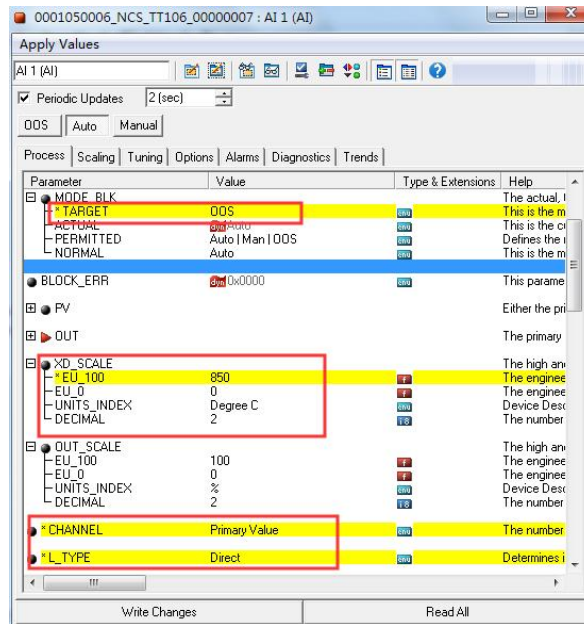

图 3.15 AI1 功能块配置界面
(3) 组态信息下载成功后，需要对 AI 功能块中的参数进行配置，常用的配置参数有 CHANNEL、XD\_SCALE、OUT\_SCALE、L\_TYPE。下面以 AI1 功能块为例进行配置，打开 AI1 功能块，将 MODE\_BLK 参数中的 TARGET 修改为 OOS,修改 XD\_SCALE 的上下限和单位参数、修改 CHANNEL 为 Primary Value、修改 L\_TYPE 为 Direct，点击“Write Changes”按钮完成修改后参数的写入。如下图 3.15 所示。